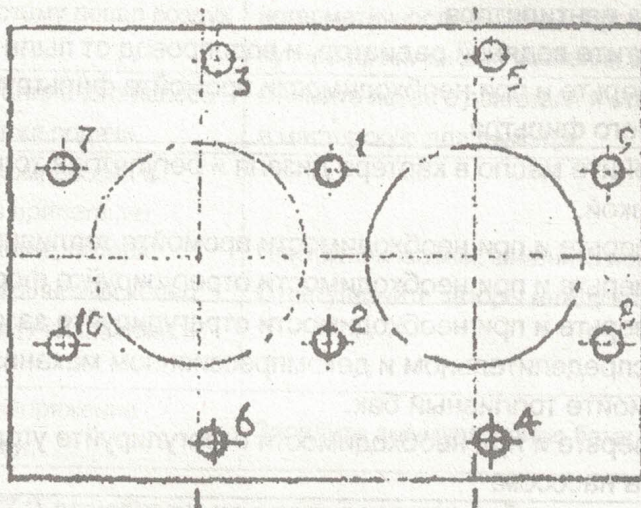

Рис.16 Последовательность затяжки гаек крепления головки цилиндра
5.5.7 Гайки крепления головки цилиндров затягивайте равномерно, начиная с середины в порядке, указанном на рис.16, в три приема.